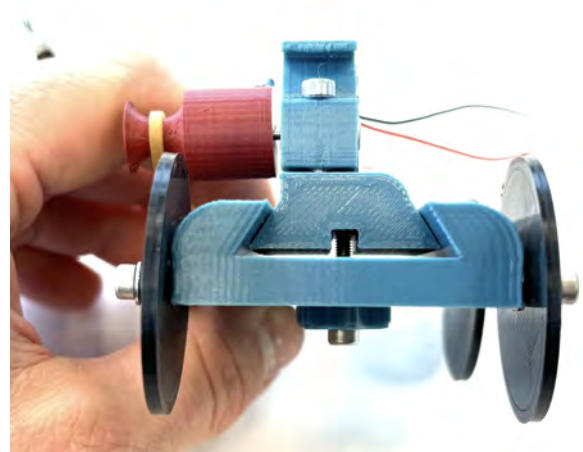

Abb. 17: Die Spannung des Gummibandes wird später noch einmal genau justiert.
- (12) Die M3 Mutter wird in die Aussparung des Chassis gelegt. Je nach Länge des Gummibandes ist vermutlich die vorletzte Aussparung die passende (Abbildung 17). Von unten wird dann die Halteschraube durch die Mutter geschraubt